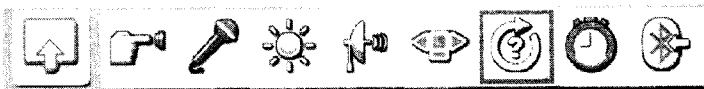

Рис. 40. Группа **Датчики** на полной панели блоков
6. В группе **Датчики** выберите **Датчик оборотов** (рис. 40) и перенесите блок на коммутатор действий.